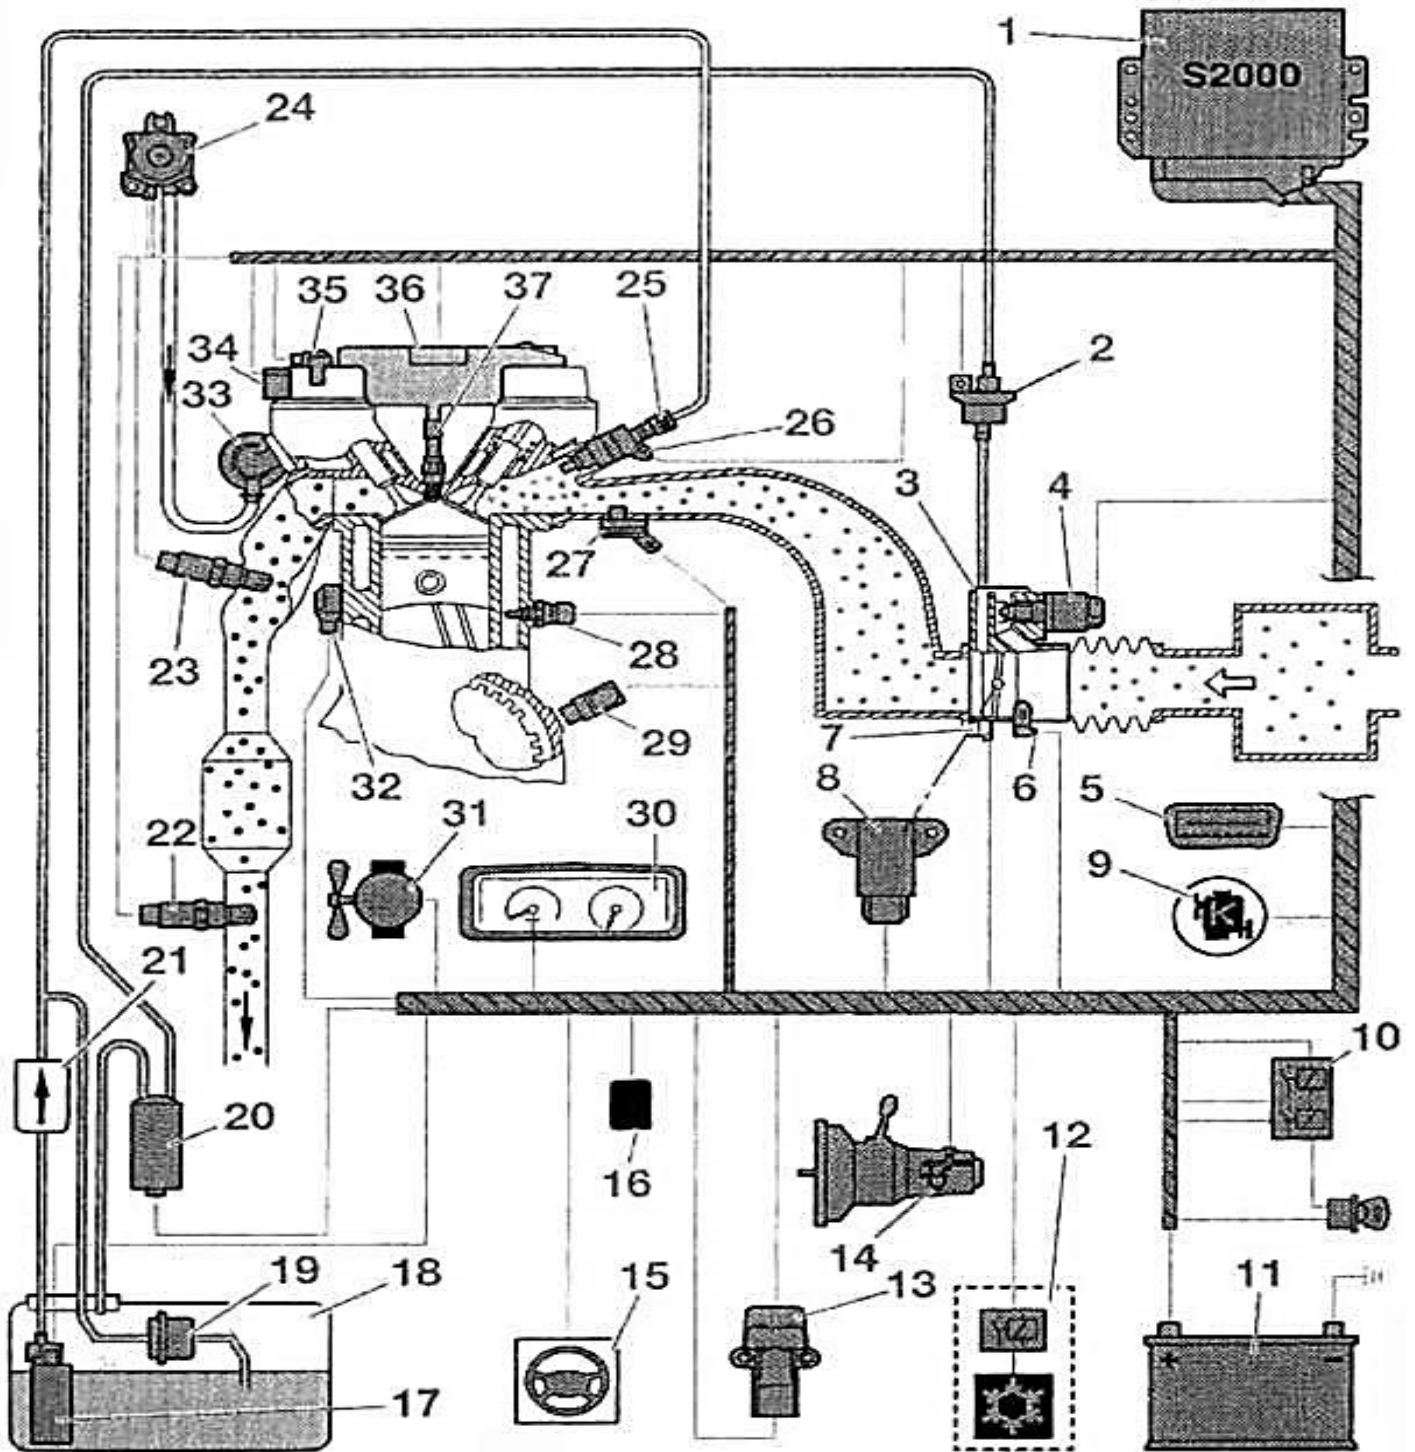
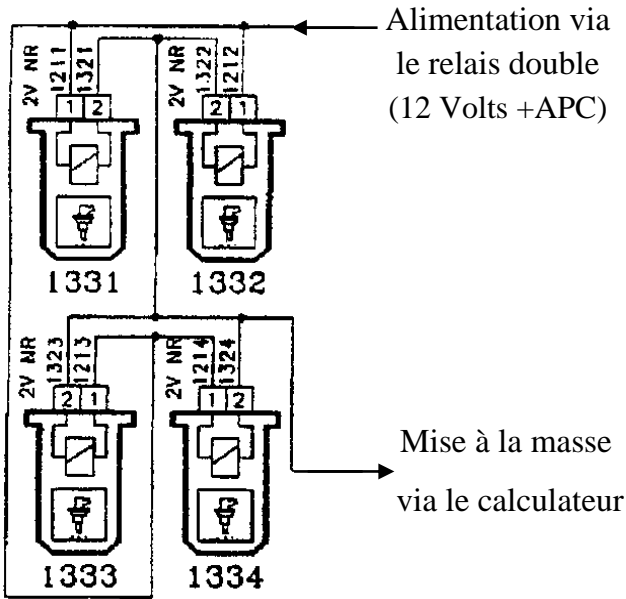

Figure 1 : Système de gestion moteur Magneti Marelli 8P.22.
Figure 2 : Branchement des injecteurs.
1.1-1 En vous servant du schéma de la gestion moteur **Figure 1** et du schéma partiel montrant le branchement des injecteurs au calculateur de gestion moteur **Figure 2**, identifier, dans tableau ci-dessous, les caractéristiques correspondant à ce système d'injection. /3pts